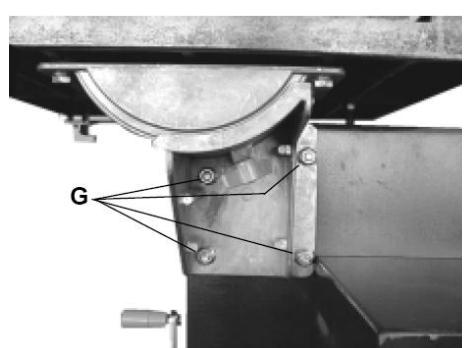

Рис. 8
- Аби вирівняти стіл відносно полотна, послабте 4 гайки (G) (Рис. 8), за допомогою яких кріпиться підпора напрямної (B) до корпзу столу.